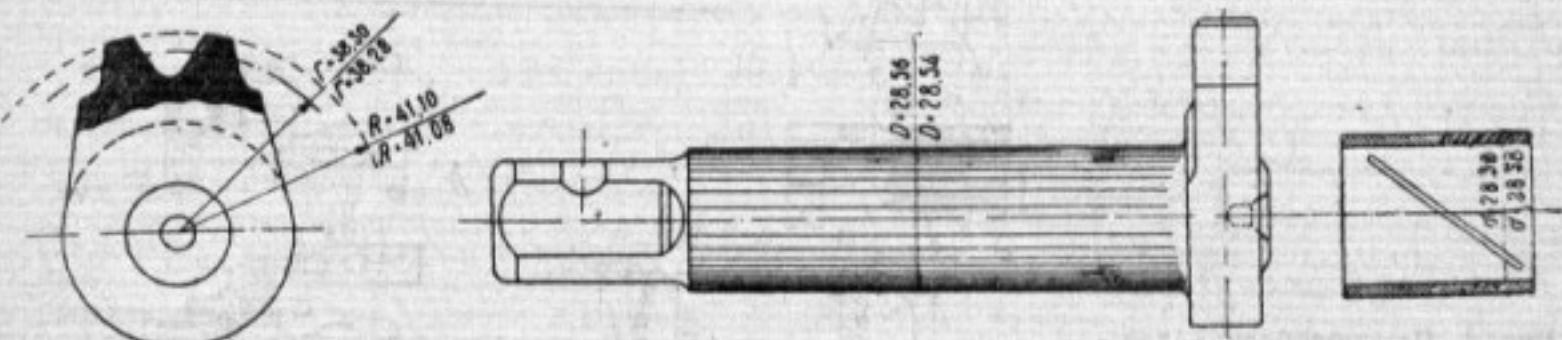

Рис. 2. Ремонтные размеры сектора и втулки рулевого управления ГАЗ-АА
Износы сектора червяка рулевого управления также вызывают люфт в рулевом управлении и должны быть устранимы своевременно. Сектор рулевого управления ГАЗ-АА изнашивается по диаметру стержня (D) и по поверхности зубьев, входящих в зацепление с червяком (рис. 2). Для устранения люфта между стержнем сектора и втулкой картера рулевого механизма достаточно прошлифовать стержень под ремонтный размер и поставить первую втулку в картер руля. На рис. 2 показаны червячный сектор и втулка автомобиля ГАЗ-АА.